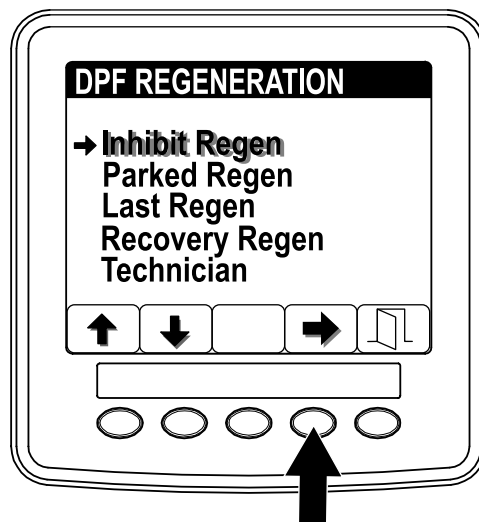

図 12
- 再生 DPF Regenerationメニューから、ボタン 1 と 2 を使ってスクロールして INHIBIT REGEN再生不許可メニューに入る 図 12。
- ボタン 4 で Inhibit Regen に入る 図 12。